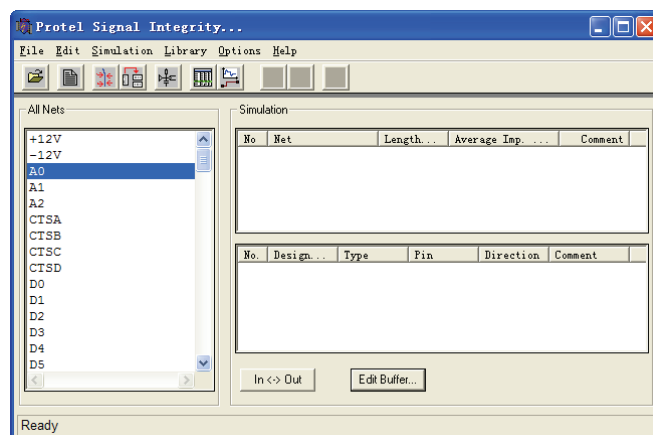

图 11-48 “Protel Signal Integrity” 窗口
(2) 此时单击 **Yes** 按钮, 则会出现如图 11-48 所示的 “Protel Signal Integrity” 窗口。